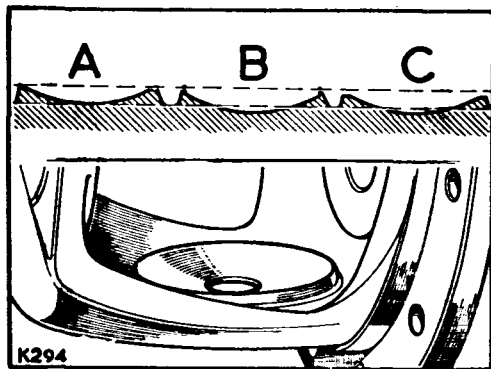

Fig. E1-46.- Asientos de los satélites
2.5.- Verificar los asientos de los piñones en la caja de satélites. Estos asientos esféricos (Fig. E1-46), deben tener sus extremos a la misma altura, sin que existan escalones o huecos debido al desgaste. Si se observa algún defecto importante, cabe proceder a la sustitución.